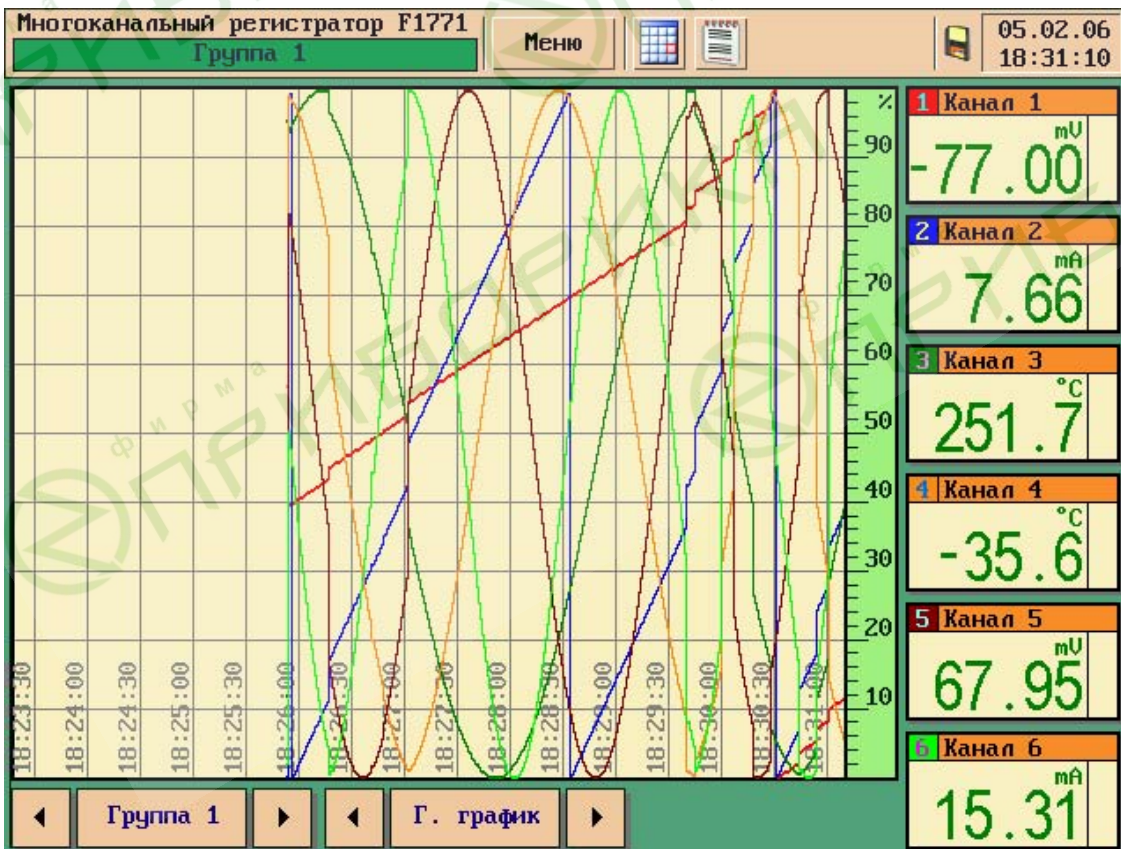

Рис.4
3. «Горизонтальный график» – режим отображения на экране результатов измерения по каналу или группе каналов (рис.4) в виде кривых разного цвета, записывающихся справа налево. Справа от графиков расположены окна с цифровым отсчетом, показывающее текущее значение измеряемого канала.